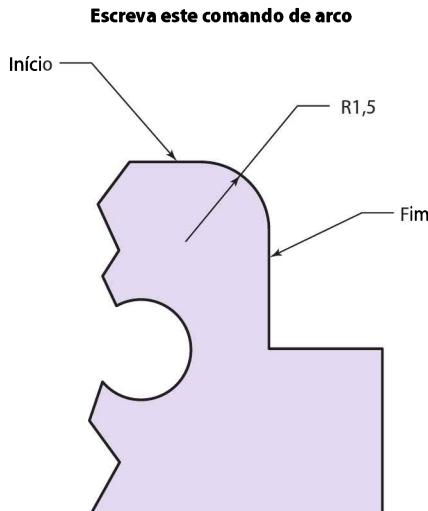

Figura 8-34 Questão 36. Escreva estes comandos de arco.
36. Você está em G17 em uma fresadora vertical CNC. Escreva um bloco de comando para o arco conforme a Figura 8-34, de trajetória da peça, pelo método IJK (ID de centro). Então, escreva o mesmo comando de arco usando o método de raio.